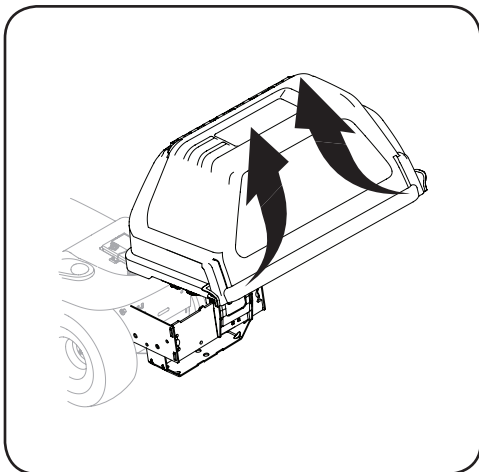

Figura 5-2
3. Abra la cubierta de la colector de césped oprimiendo hacia adentro la lengüeta posterior derecha y la lengüeta posterior izquierda, como se ve en 1 de la Figura 5-2, y levantando la cubierta por la parte posterior de la cubierta de la embolsadora, 2. No extraiga del tractor el conjunto de tubo del canal.